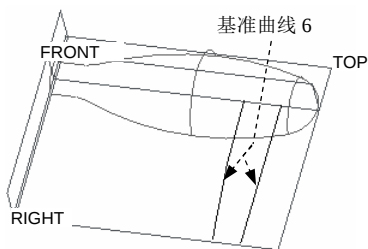
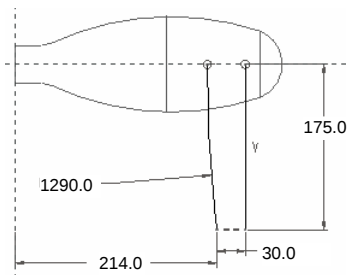

图 6.7.45 创建基准曲线 6
图 6.7.46 截面草图
Step13. 创建图 6.7.45 所示的基准曲线 6。
- (1) 单击“草绘”按钮 .
- (2) 定义草绘截面放置属性: 设置 TOP 基准平面为草绘平面; 采用默认的草绘视图方向; RIGHT 基准平面为草绘平面的参考, 方向为 **右**; 单击 **草绘** 按钮。
- (3) 接受默认草绘参考, 然后绘制图 6.7.46 所示的截面草图, 完成后单击  按钮。
说明: 图 6.7.46 所示的草图中的圆弧的圆心在水平的参考线上。